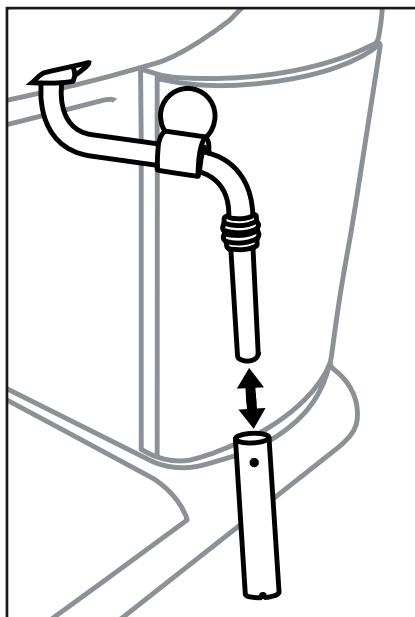

Figura 1
- 1) Așezați un recipient gol sub dispozitivul de spumare a laptelui ⑩.
- 2) Rotiți butonul pentru reglarea aburului ⑦ direct după utilizare pe „+” și lăsați să se emane abur timp de câteva secunde.
- 3) Rotiți butonul pentru reglarea aburului ⑦ pentru a-l închide (rotiți-l până la limită, în direcția „-“), opriți aparatul și scoateți ștecărul din priză.
- 5) Scoateți învelișul dispozitivului de spumare a laptelui ⑩ (figura 1) și curățați cu atenție în apă caldă.
- 7) Împingeți la loc învelișul pe duză (figura 1).